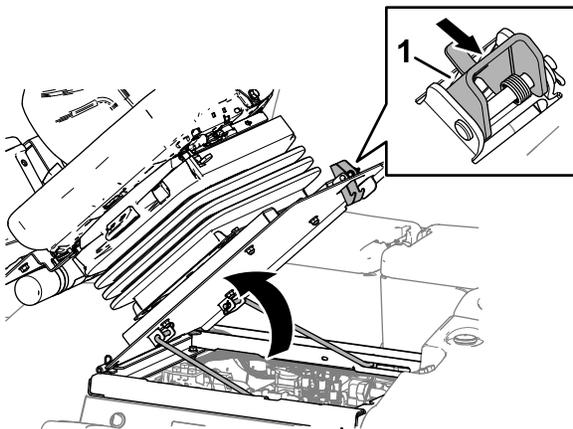

Figura 63
1. Mova o trinco do banco para fora (Figura 63).